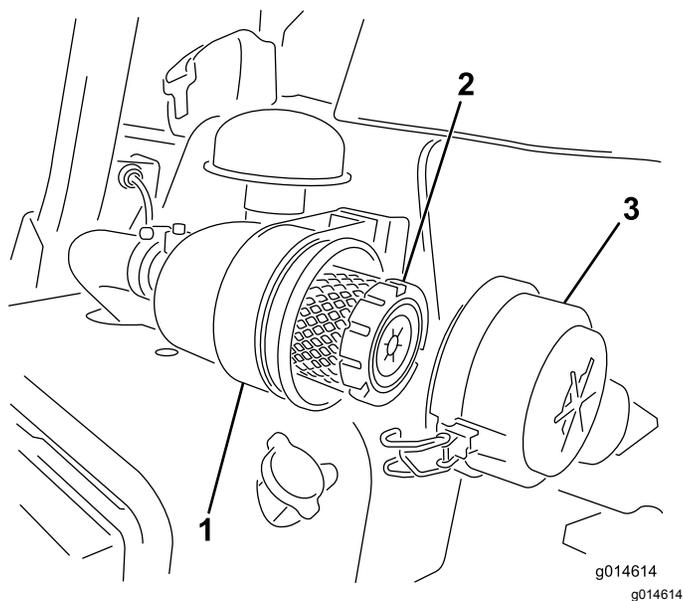

Рисунок 38
1. Отпустите защелки, фиксирующие крышку воздухоочистителя на его корпусе (Рисунок 38).
7. Зафиксируйте защелки (Рисунок 38).